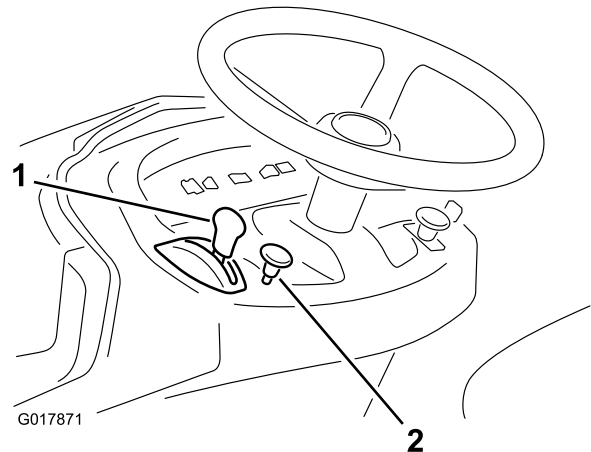

Figura 9
5. Quando avviate un motore a freddo, tirate verso l'esterno la manopola dello starter (Figura 9).
6. Girate la chiave di accensione in senso orario e tenetela in posizione Start (Figura 9).
7. Quando il motore si accende, spostate lentamente la leva di comando dell'acceleratore in posizione Fast (Figura 9).
1. Spostate la leva di comando dell'acceleratore in posizione Slow (Figura 9).
2. Girate la chiave di accensione in posizione Off (Figura 9).